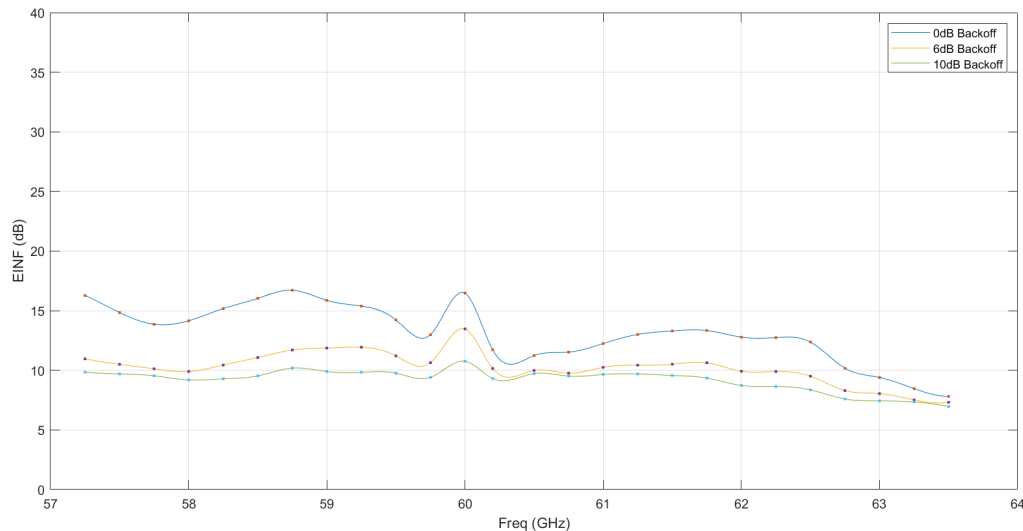

图 2-2. 在不同频率下启用单个 TX 时的平均 EINF
多个发送和接收对的这些影响可以整合在一起，从而显示射频频率下所有发送和接收天线的总体影响。图 2-2 显示了不同 TX-RX 组合的平均噪声系数。
- 选择 FMCW 线性调频脉冲的启动和停止频率（带宽）有助于减少耦合和降低噪声系数。如图 2-2 所示，61GHz 至 63.5GHz 频带的耦合比 57GHz 至 61GHz 频带的耦合更低。设定一个合理的线性调频脉冲来利用 61GHz 至 63.5GHz 频带部分有助于降低噪声系数。当地法规和其他注意事项可能会推动终端应用的频率选择，但根据前面的图形可以得出不同频带中的预期噪声系数。